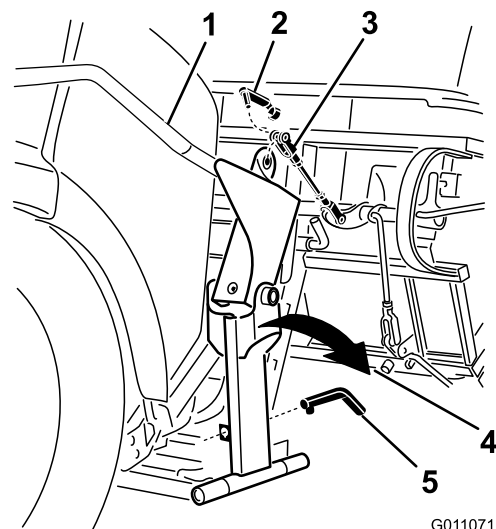

Figura 34
3. Retire el pasador con muelle que conecta la horquilla a la palanca (Figura 34).
4. Retire el pasador que sujeta la palanca del orificio con forma de bocallave (Figura 34).
5. Gire la palanca hacia fuera para tener acceso al capó (Figura 34).